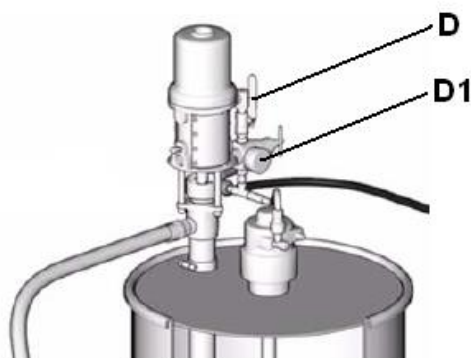

Рис.6
3. Откройте кран подачи воздуха (D) на подающем насосе, медленно прибавляйте давление при помощи регулятора до давления 1-2 бар для растворителя, 3-7 бар для основных компонентов. (Рис.6)
4. Откройте кран подачи воздуха (D) на подающем насосе, медленно прибавляйте давление при помощи регулятора до давления 3-7 бар.(Рис.6)